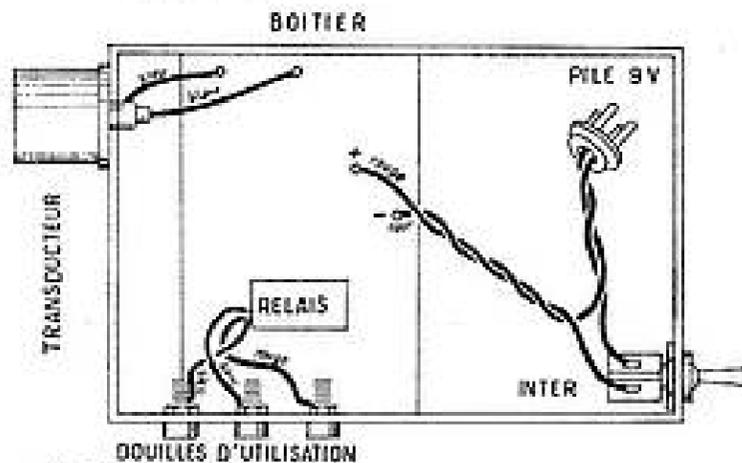

FIG. 6
câblé, on le place dans un coffret en matière plastique. Sur ce coffret on fixe le transducteur, l'interrupteur et les trois douilles utilisation. Pour terminer on connecte la prise du transducteur entre le fil « base » du transistor OC71 (1) et la ligne + 9 V. On effectue avec du fil souple les liaisons avec l'interrupteur et le bouchon de branchement de la pile comme l'indique la figure 6.